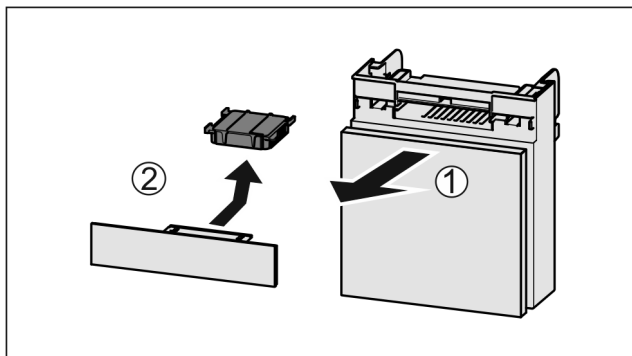

Fig. 48
- ▶ Zásuvku vytáhněte dopředu Fig. 48 (1).
- ▶ Filtr s aktivním uhlím vyjměte Fig. 48 (2).